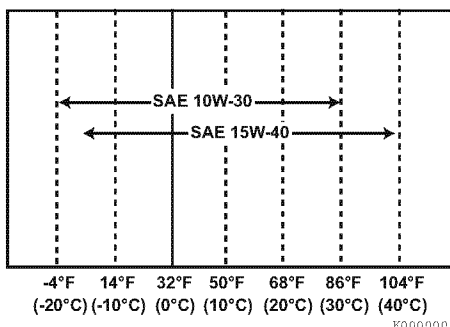

Figura 4
- Selecione a viscosidade do óleo com base na temperatura ambiente onde o motor está a ser utilizado. Consulte a tabela de viscosidade SAE (**Figura 4**).